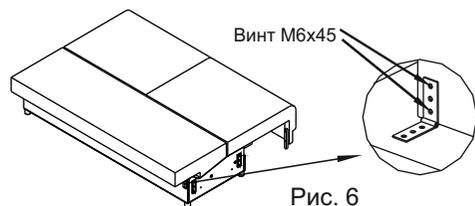

Рис. 6
- присоединить спинку шарнирными петлями к основанию (Рис.6)